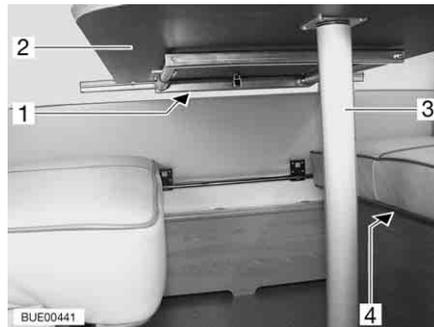
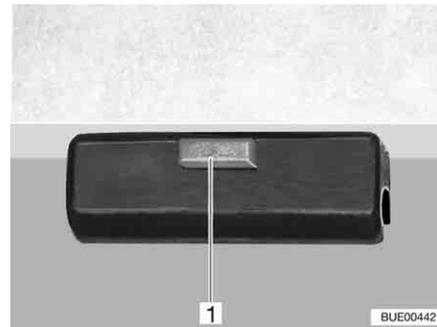

Fig. 95 Conversion en lit
Fig. 96 Dispositif de verrouillage
- Soulever légèrement le plateau de table (Fig. 95,2) à l'avant.
- Dévisser et retirer le pied de la table (Fig. 95,3).
- Appuyer sur le bouton de déverrouillage (Fig. 96,1) sur le dispositif de verrouillage (Fig. 95,1).
- Poser le plateau de table dans les réceptions (Fig. 95,4) sur les banquettes.